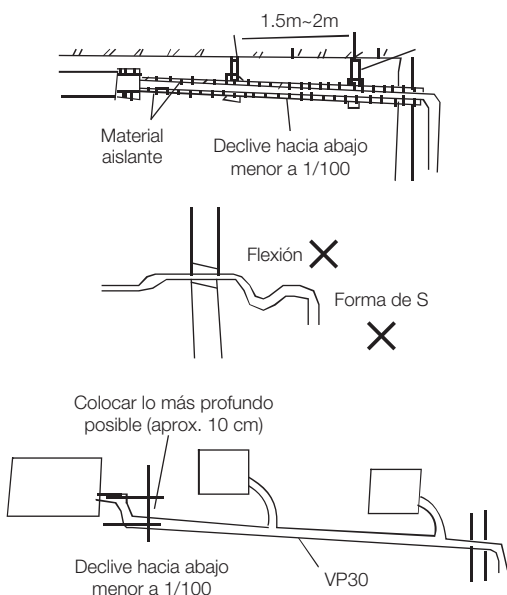

Fig. 8-1
- Ver Fig. 8-1 para la instalación de los tubos.